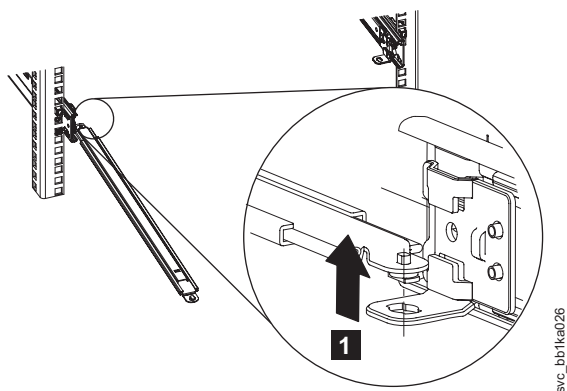

図 15. SAN ボリューム・コントローラー 2145-CF8 ケーブル・マネージメント・アームの切り離し
9. ケーブル・マネージメント・アームを取り外したのと同じスライド・レールから、図 15の **1** に示すように、サポート・アームの接続されている方の端 (左側) を切り離します。